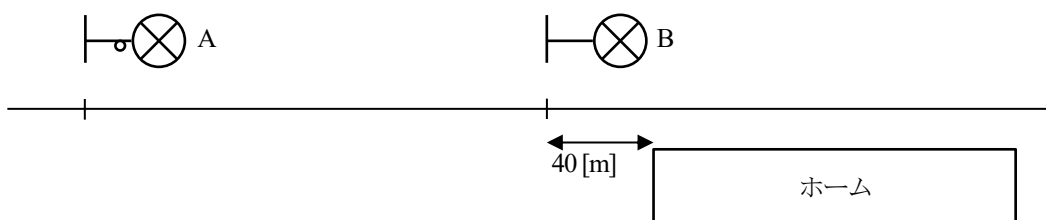

図1
- (1) 図1の閉そく信号機Aに追加すべき信号現示は(①)現示である。なお、信号機Bは場内信号機とする。